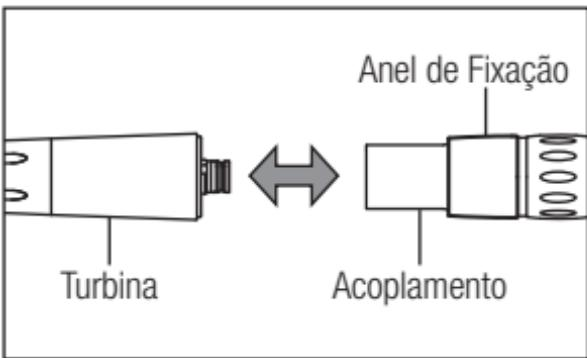

Fig. 2
**X450L/X450** (1) Montagem
- 1) Introduza a turbina no acoplamento. (Fig. 2)
Puxe o anel de fixação e remova a turbina do acoplamento. (Fig. 2)